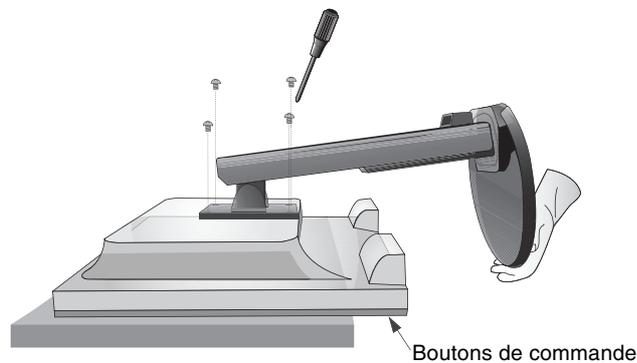

Figure S.1
2. Placez le moniteur face vers le bas sur une surface non abrasive (**Figure S.1**).
3. Retirez les 4 vis qui relient le moniteur au support (**Figure S.1**).